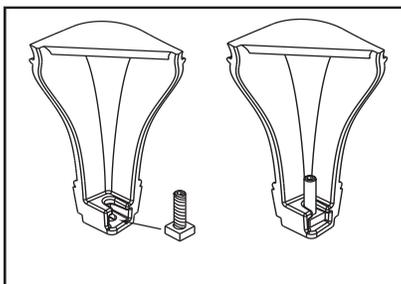
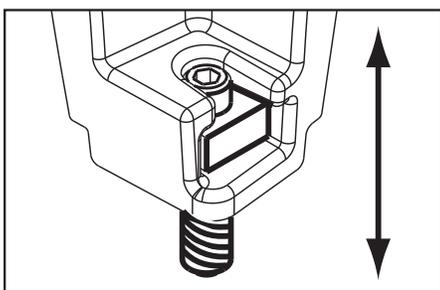

Figure 17.2
Figure 17.3 – Boulon entièrement allongé
2. Introduisez les écrous et boulons assemblés dans les rainures des pieds, les écrous étant placés en bas. **Figure 17.2.** Utilisez une clé de 3,96 mm (5/32 po). Pour monter et descendre les pieds, utilisez une clé Allen de 3,96 mm. **Figure 17.3.**